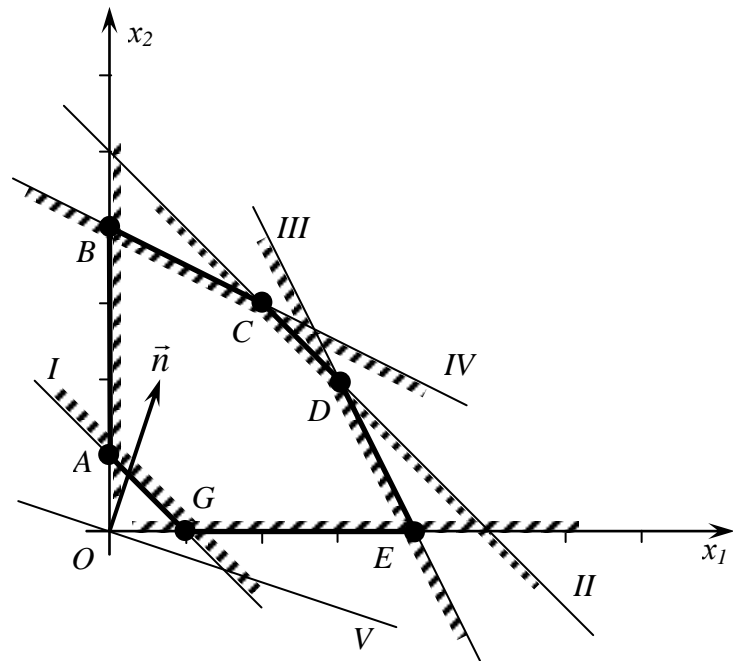

Рис. 1
*Розв'язок.* На рис. 1 зображено область допустимих розв'язків системи нерівностей (3.1) (номери біля прямих відповідають порядковому номеру відповідної нерівності системи обмежень). Це випуклий шестикутник  $ABCDEG$  з кутовими точками:  $A(0,1)$ ,  $B(0,4)$ ,  $C(2,3)$ ,  $D(3,2)$ ,  $E(4,0)$ ,  $G(1,0)$ , координати яких знаходимо розв'язуючи по черзі системи з відповідних двох рівнянь. Очевидно, що множина допустимих розв'язків системи в даному прикладі випукла, що підтверджує справедливості теореми 1.